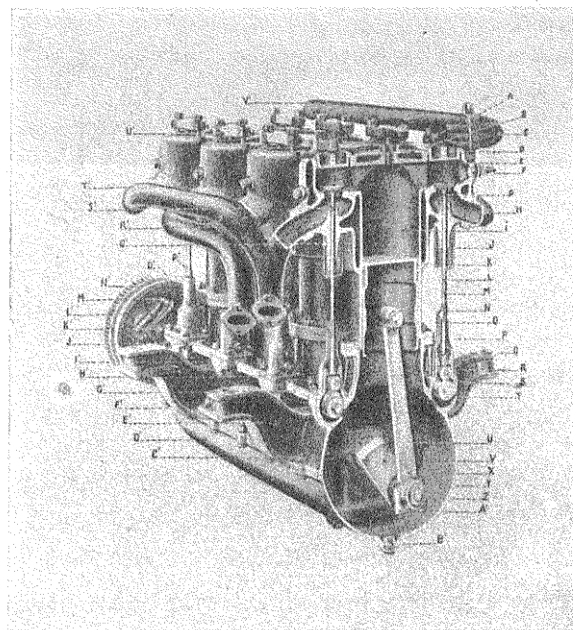

Fig. 3. — Coupe d'un moteur Panhard (modèle 1905).
- Le Bréviaire du Chauffeur**, par le Dr BOMMIER. 1 vol. de x-488 p., avec 189 fig. 3^e édition (1908). Reliure souple. 8 francs